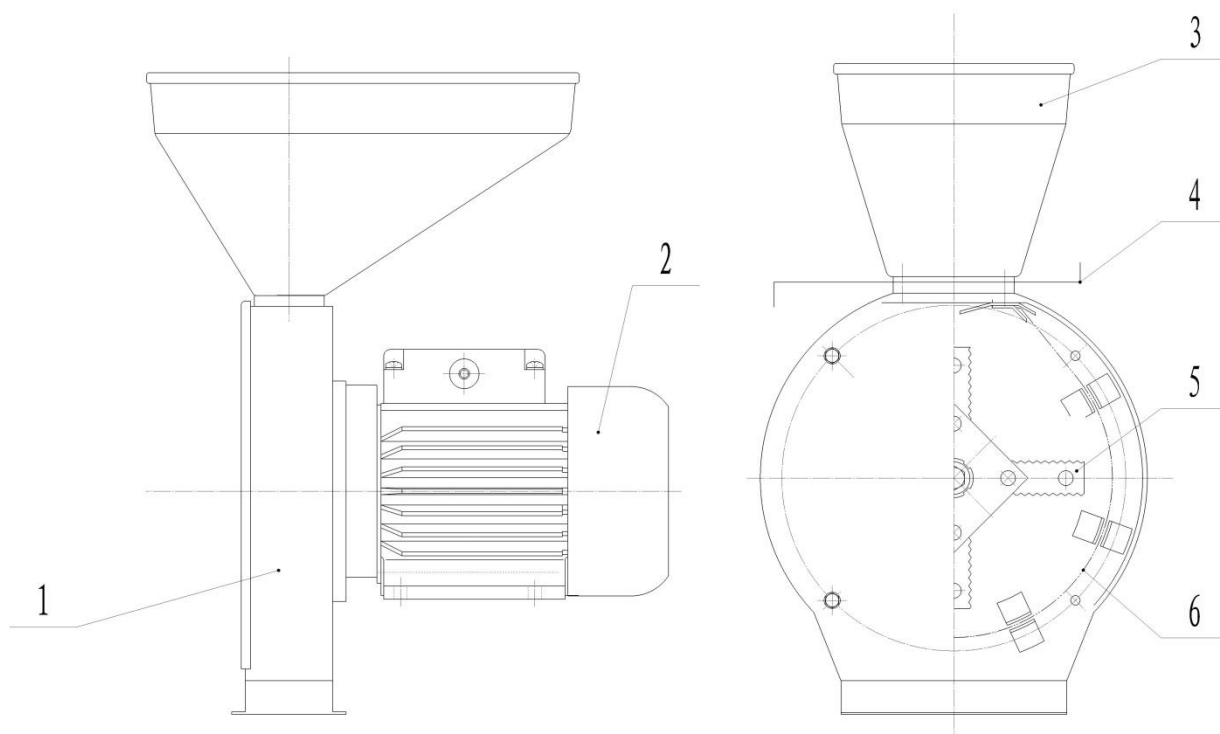

Рис.1
1. Модель “Дон” КБЭ-180 (рисунок 1)